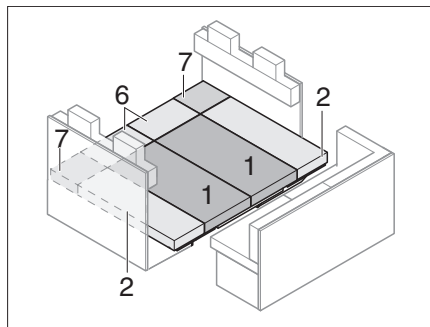
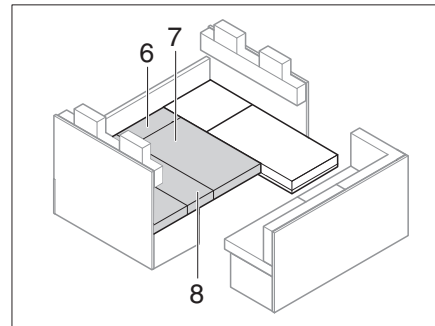

Bild 203 Nach dem Umbau
Bild 207 Nach dem Umbau
- Sitz-, Rücken- und Zusatzpolster wie in Bild 203 gezeigt auflegen.
- Sitz-, Rücken- und Zusatzpolster wie in Bild 203 bis Bild 207 gezeigt auflegen.